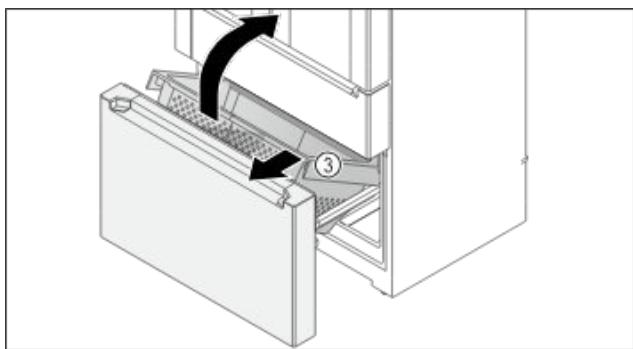

Fig. 152
- Повдигнете нагоре съда Fig. 152 (3) отпред.
- Извадете съда Fig. 152 (3) под ъгъл напред.